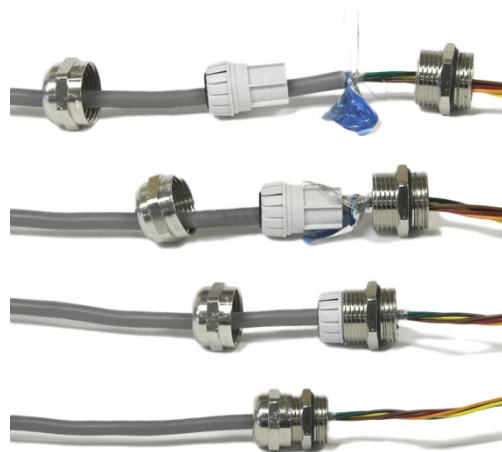

Figure 2-2 : Terminaison de la gaine au niveau du presse-étoupe
3. Le blindage des câbles blindés doit se terminer sur le presse-étoupe comme indiqué sur la Figure 2-2. Séparez les câbles et leur blindage, et assurez-vous que la quantité de blindage est suffisante pour assurer un bon contact avec la partie métallique du presse-étoupe.